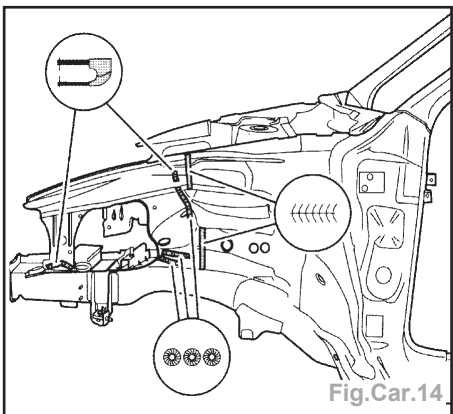

Fig.Car.14
- Souder par points sous atmosphère gazeuse les points d'assemblage montrés sur la figure et ensuite meuler (Fig.Car.14).